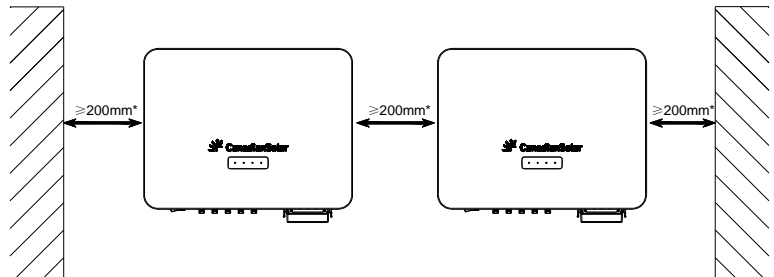

FIG 3-4 Espaço livre para instalação de múltiplos inversores
- 2) No caso de múltiplos inversores, reserve uma distância específica entre os inversores (FIG. 3-4).